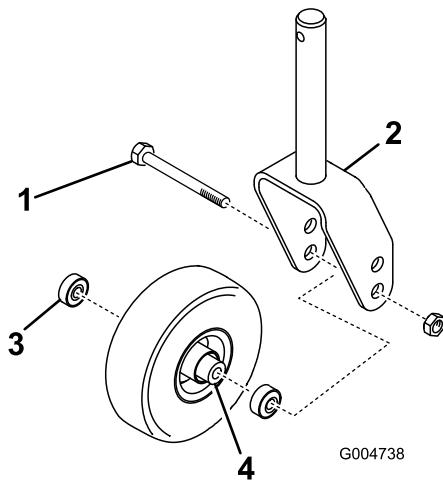
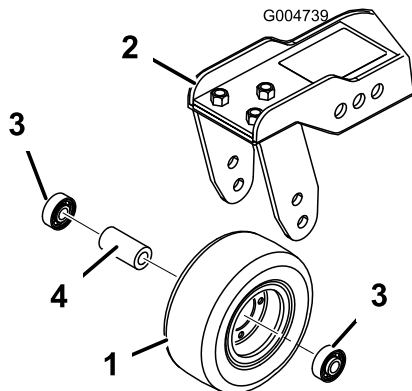

Figura 86
Figura 87
1. Retire a porca de bloqueio do parafuso que fixa o conjunto da roda giratória entre a forquilha da roda giratória (Figura 86) ou o braço articulado da roda giratória (Figura 87).
2. Retire o rolamento do cubo da roda e deixe cair o espaçador do rolamento para fora (Figura 86 e Figura 87).